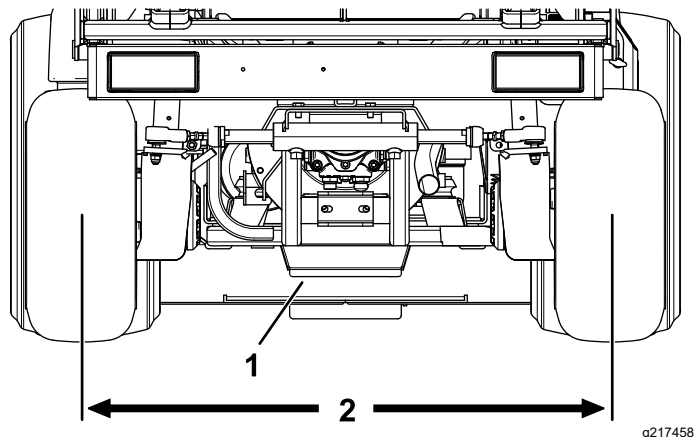

Figura 83
2. Reglai ambii tirani până când distanța de la centru la centru, în față i în spatele a roilor din spate este aceeași (Figura 83).